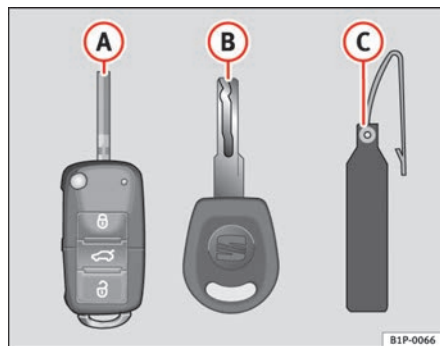

Abb. 63 Schlüsselsatz
- einen Funkschlüssel ⇒ Abb. 63 (A) mit ausklappbarem Schlüsselbart,
- einen Schlüssel ohne Funkbedienung (B),
- einen Kunststoffanhänger (C) mit der Schlüsselnummer.
Nur anhand der Schlüsselnummer auf dem Kunststoffanhänger ⇒ Abb. 63